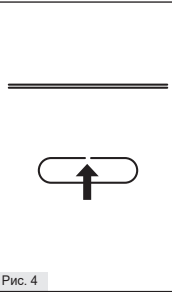

Рис. 4
6. Для установки освободите намеченные отверстия на задней поверхности светильника от металлических заглушек (Рис. 4).